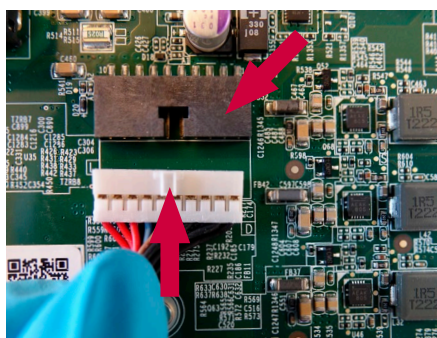

Afbeelding 31 Installeer een nieuwe USB-afdekking
- Duw de nieuwe USB-afdekking vanaf de buitenkant van de behuizing naar binnen. Duw de flexibele koppeling voorzichtig op zijn plaats met een platte schroevendraaier en zorg ervoor dat u het rubber niet beschadigt (afbeelding 31)**